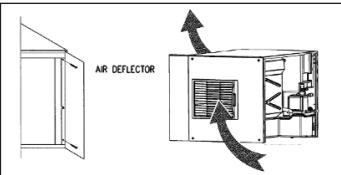

Abb. 10.
m) Montage des mitgelieferten Leitblechs (Abb. 10): Das Leitblech muss wie dargestellt montiert werden, um die Heißluftrückführung in den Kondensator zu verhindern.